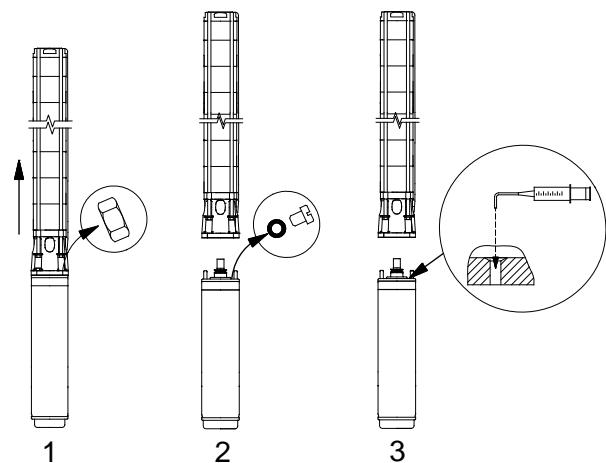

Fig. 3
- Si le moteur est remplacé, il faut vérifier le niveau du liquide avant de monter le moteur sur la pompe, voir fig. 3.
- En cas de réparation, le niveau du liquide doit être contrôlé, voir fig. 3.
- Positionner la pompe comme indiqué fig. 3. La vis de remplissage doit être située au point le plus haut du moteur.
- Injecter le liquide dans le moteur à l'aide de la seringue de remplissage fig. 3 jusqu'à ce que le liquide déborde légèrement de l'orifice de remplissage.